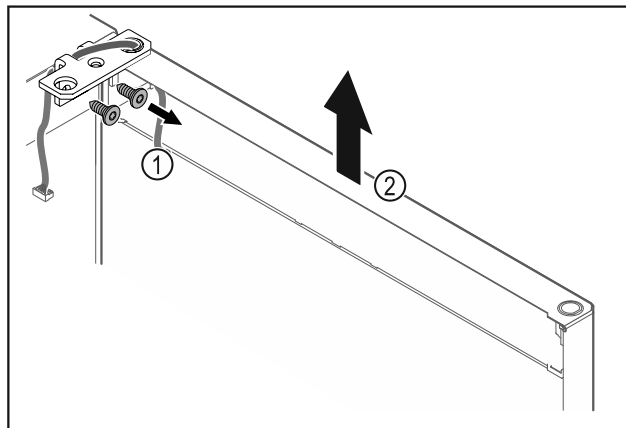

Fig. 21
- ▶ Odvijte kotnik tečaja vrat Fig. 21 (1).
- ▶ Vrata s kotnikom tečaja Fig. 21 (2) dvignite za približno 200 mm naravnost navzgor in jih snemite.